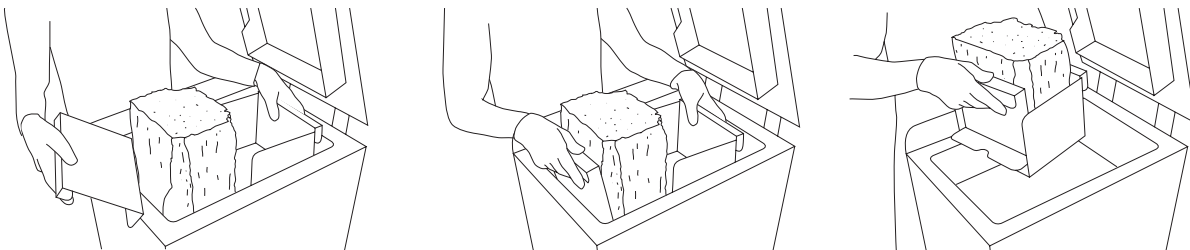

Abbildung 37. Ordnungsgemäßes Herausnehmen von Ausdrucken aus dem PRINT Bed.
8. Den Ausdruck unter Verwendung von zwei Platten zum Tragen von Ausdrucken herausnehmen und vorsichtig in die Schale legen (Abbildung 37). Alle Werkzeuge sind im Karton mit Zubehör (Box with Additional Accesories) enthalten.